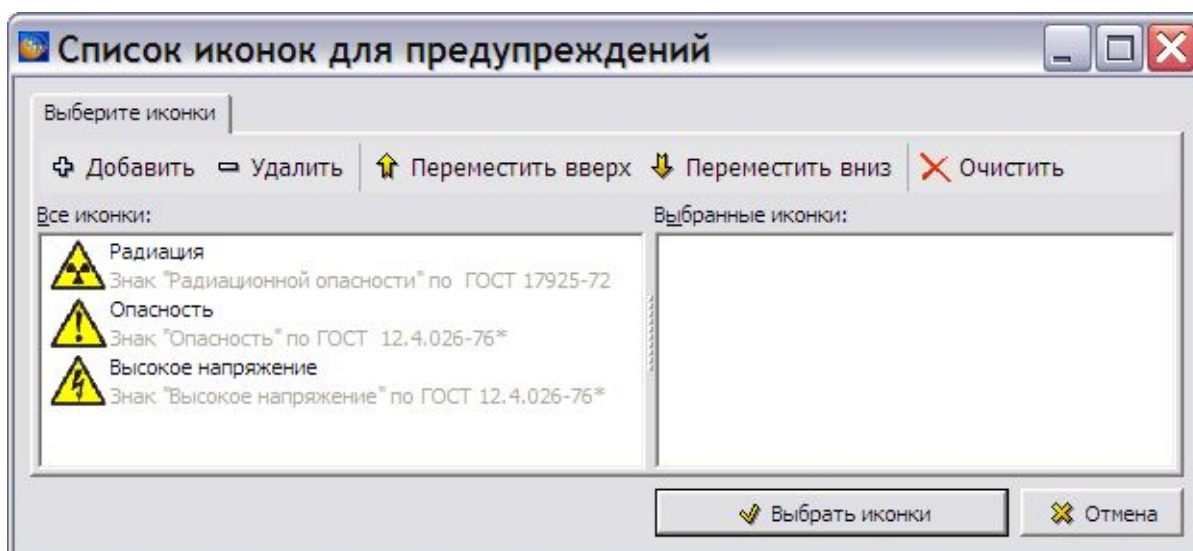

Рис. 3.100
6. Выберите пункт меню **Выбор иконок...**, после этого откроется окно **Список иконок для предупреждений** (Рис. 3.100).